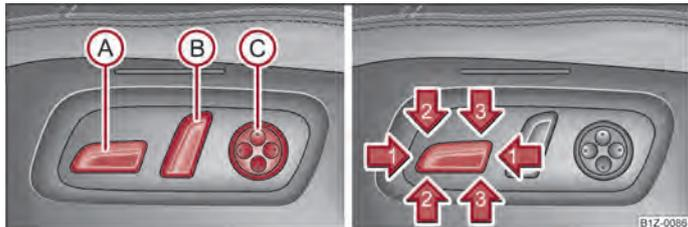

Fig. 43 Vista lateral: elementos de comando para regulação do banco / interruptor de regulação do banco
- Pressione o interruptor (A) ⇒ Fig. 43 para a frente ou para trás (1).